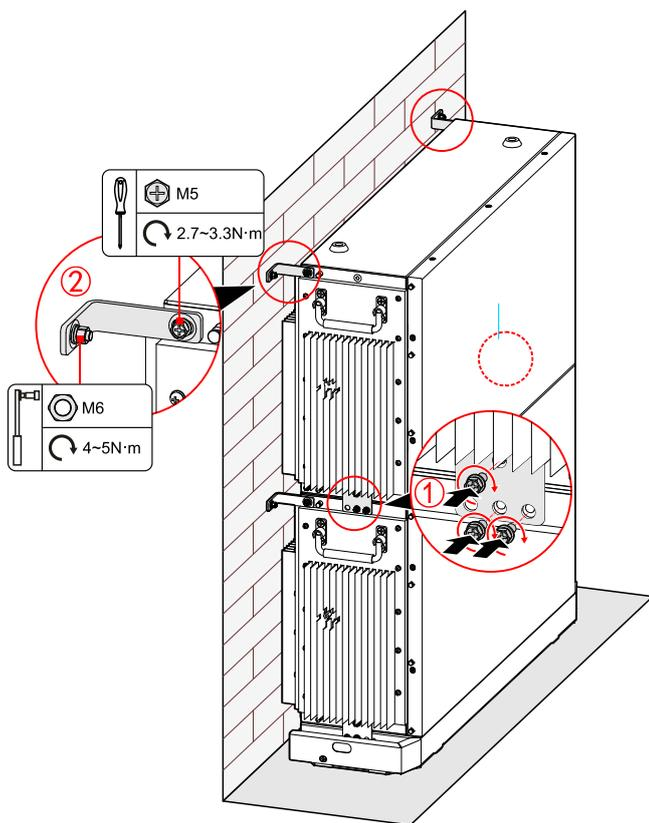

Figura 3-21 Fissare il pacco batterie
4. Fissare il pacco batterie, come illustrato in Figura 3-21.